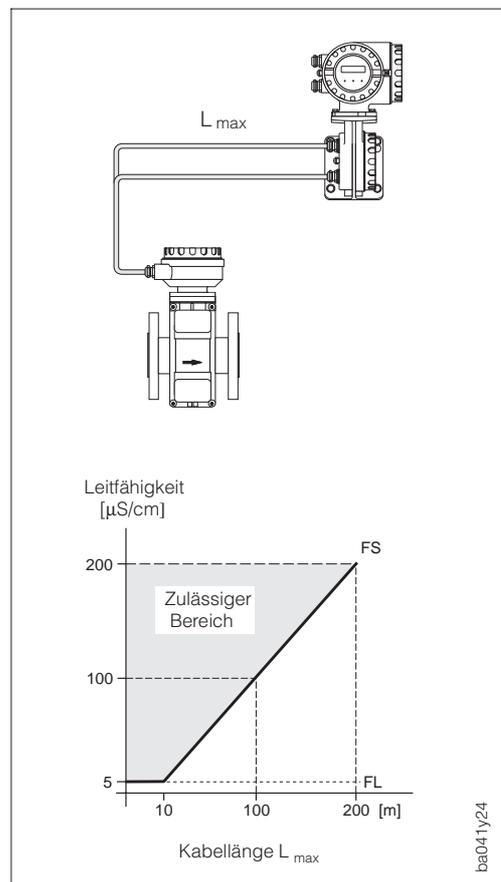

Abb. 17
- Die zulässige Kabellänge L_{max} wird ab einer Entfernung > 10 Meter grundsätzlich von der Meßstoffleitfähigkeit bestimmt (s. Abb. 17).
- Alle Meßstoffe mit einer Mindestleitfähigkeit von $\geq 5 \mu\text{S/cm}$ (demineralisiertes Wasser $\geq 20 \mu\text{S/cm}$) können gemessen werden und zwar *unabhängig* von der Entfernung zwischen Meßumformer / Meßaufnehmer (s. Abb. 17).